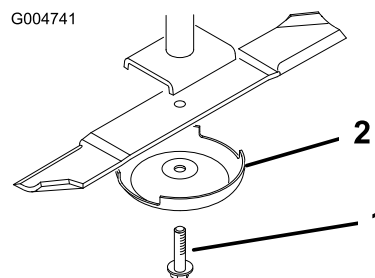

Figure 99
4. Tenez la lame par son extrémité avec un chiffon ou un gant épais et enlevez le boulon, la coupelle de protection et la lame de l'axe de pivot (Figure 99).